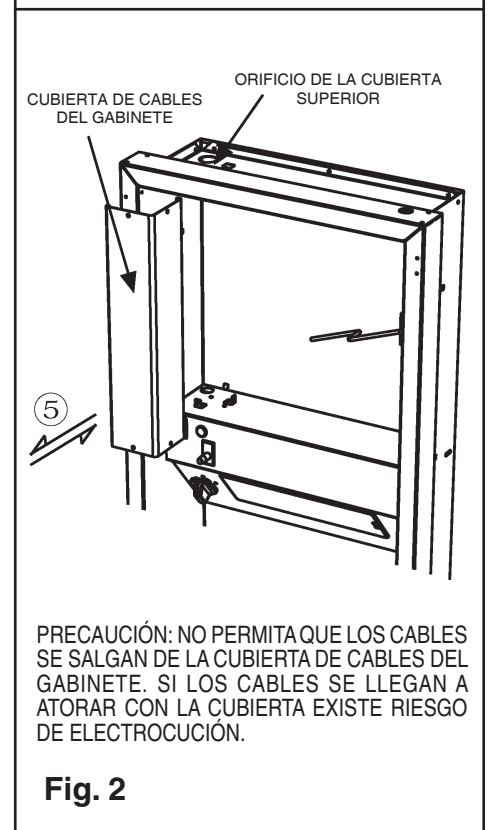

Fig. 2
5. CONECTE LOS CABLEADOS ELÉCTRICOS (Fig. 2) (Series AVD45 & AVD50 solamente)